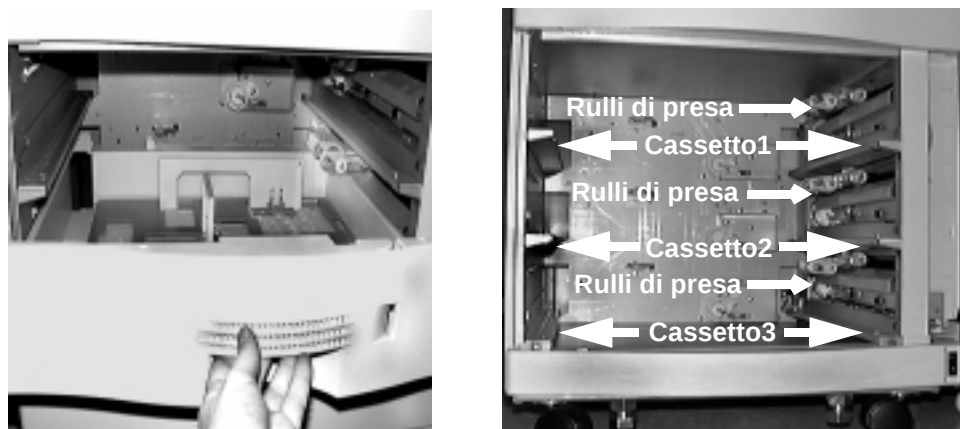

Figura 4-38 Rimozione dei cassette della carta. Tutti i cassette sono rimossi
1. Per raggiungere i rulli di presa del cassetto con maggiore facilità, rimuovere tutti e tre i cassettei dalla stampante e metterli da parte, come mostrato nella Figura 4-38.